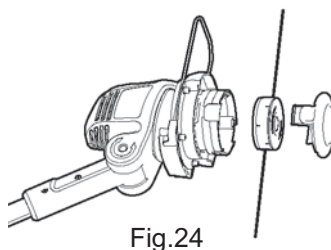

Fig.24
- ④ Enlevez la bobine de la tête de coupe (fig.24).
- ⑤ Insérez la bobine neuve dans la tête de coupe, avec le côté mou vers le haut, puis faites passer les deux bouts du fil par les trous prévus à cet effet. Assurez-vous que les bouts du fil ne risquent pas de sortir des fentes de la bobine.
- ⑥ Remettez le couvercle en place. Assurez-vous que les ergots de verrouillage du couvercle sont bien engagés dans les fentes de la tête de coupe (vous devez entendre un déclic).
- ⑦ Appuyez sur la butée, relâchez-la puis tirez sur les deux bouts du fil pour les allonger. Répétez cette manipulation jusqu'à ce que les bouts du fil aillent légèrement plus loin que le coupe-fil.